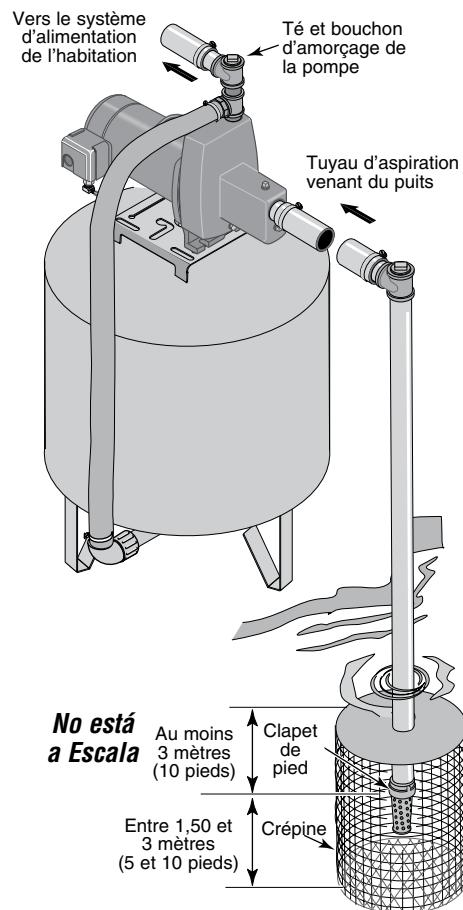

Figure 3: Branchement sur une eau de surface
BRANCHEMENT POUR POMPER DE L'EAU DE SURFACE (FIGURE 3)
2. Brancher ensemble le clapet de pied et le tuyau d'aspiration. S'assurer que le clapet de pied fonctionne librement. Utiliser du ruban d'étanchéité en PTFE pour filetage sur les raccords de tuyaux filetés. Poser une crêpine autour du clapet de pied pour le protéger contre les poissons, les débris, etc. (Se reporter à la Figure 3).
4. Poser un té et un bouchon d'amorçage sur la pompe, puis brancher le tuyau d'aspiration sur la pompe. (Se reporter à la Figure 3). Supporter le tuyau de façon qu'il ne fléchisse pas et qu'il n'exerce pas de contrainte sur le corps de la pompe. L'incliner aussi légèrement en montant vers la pompe (les points hauts risquent de causer des poches d'air, lesquelles peuvent causer des bouchons d'air dans la pompe). Rendre étanches les joints du tuyau d'aspiration avec du ruban d'étanchéité en PTFE pour filetage. Les raccords doivent être étanches à l'air et à l'eau. *Si le tuyau d'aspiration aspire de l'air, la pompe ne pompera pas l'eau du puits.*